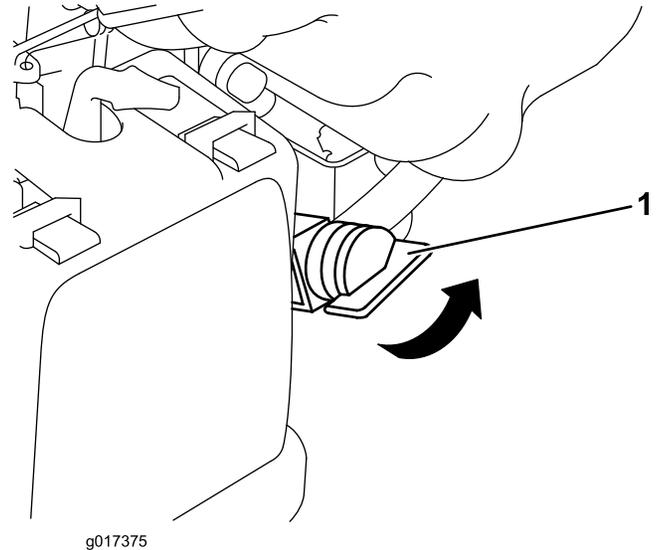

Figura 12
2. Girate la valvola del carburante in posizione Accensione (**Figura 12**).